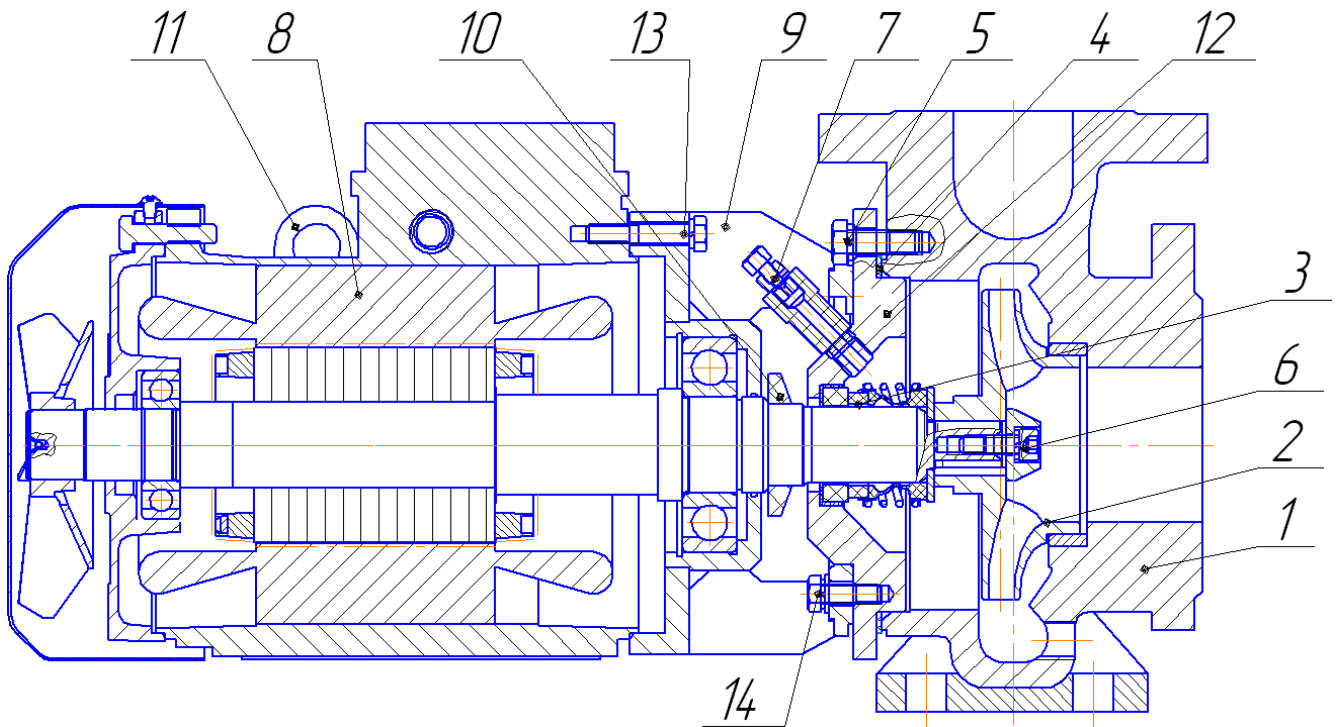

Рис. 3. Электронасос ЦМК - Ех.
3. Открутить болты поз. 5. (рис. 3) соединяющие проставку (фланец) поз. 9 (12) с корпусом спиральным поз. 1;